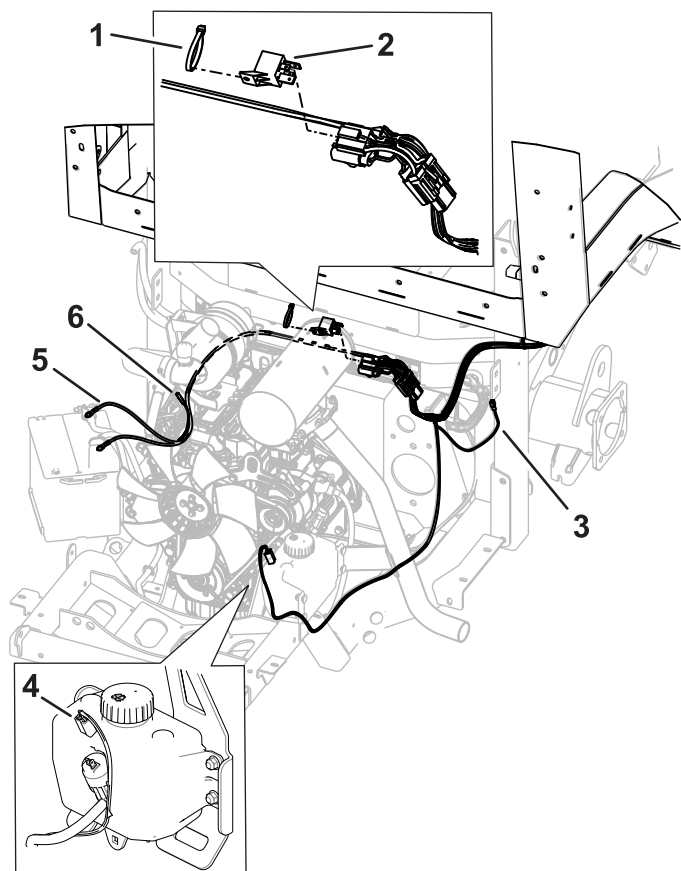

Figure 29
1. Acheminez le faisceau de câblage le long du cadre de la machine (Figure 29).
6. Installez le connecteur sur le réservoir de liquide (Figure 29).
7. Branchez le connecteur indiqué à la Figure 29 au faisceau principal de la machine.
1. Débranchez le faisceau de câblage fixé à la machine du faisceau fixé à la cabine, au niveau du relais (Figure 29).
2. Débranchez le connecteur attaché au faisceau principal de la machine (Figure 29).